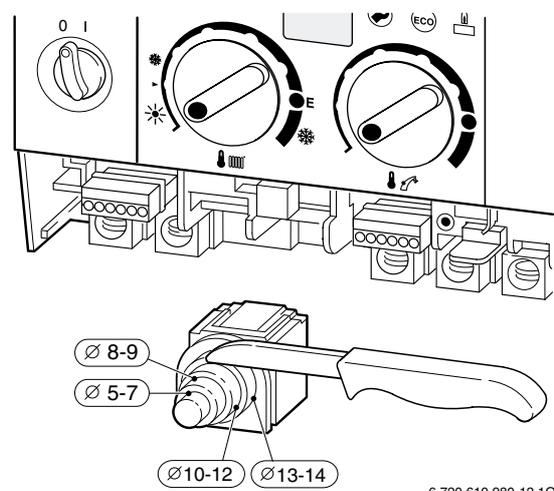

Fig. 16
- ▶ Realizzare il collegamento elettrico mediante un interruttore bipolare, avente almeno 3 mm di distanza tra i contatti., fig. 16.